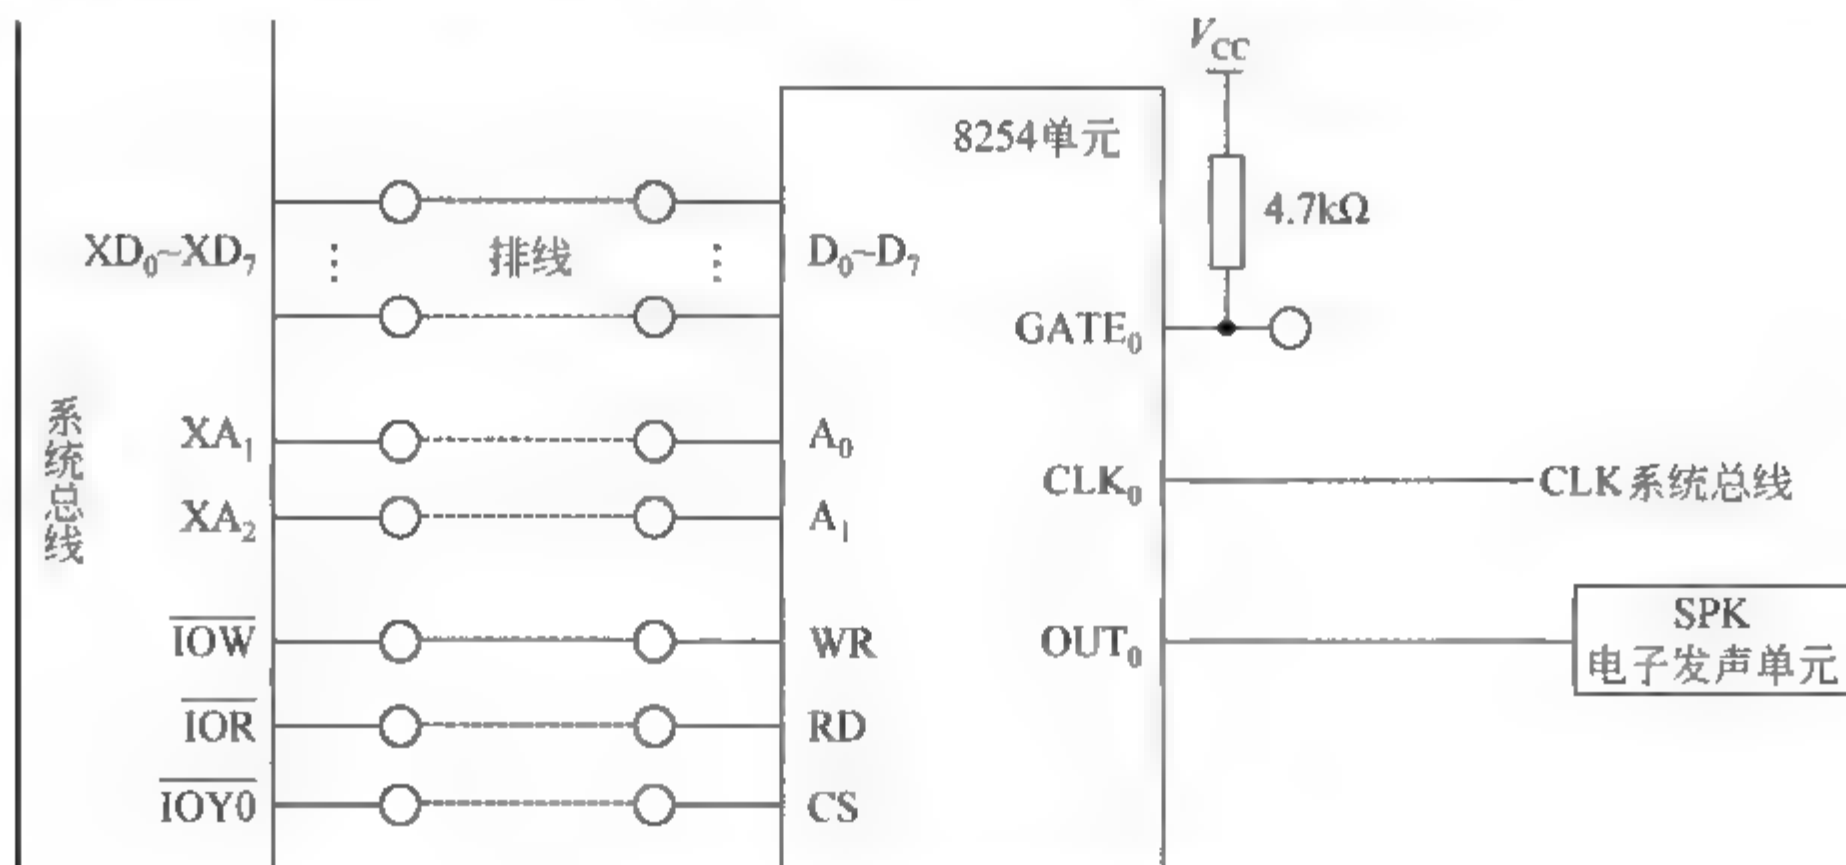

图 11-10 电子发声实验接线图
(1) 运行 Tdplt 集成操作软件,查看端口资源分配情况。记录与所使用片选信号对应的 I/O 端口始地址。
(2) 参考图 11-10 所示连接实验线路。注意:8254 的输入时钟脉冲也可以采用实验台上的 1.843 2MHz 时钟源,但程序中计算计数初值时的被除数也必须进行相应改动。